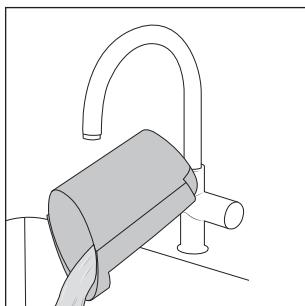

Fig. 22
- ◆ Vărsați apa murdară și murdăria (a se vedea fig. 22).